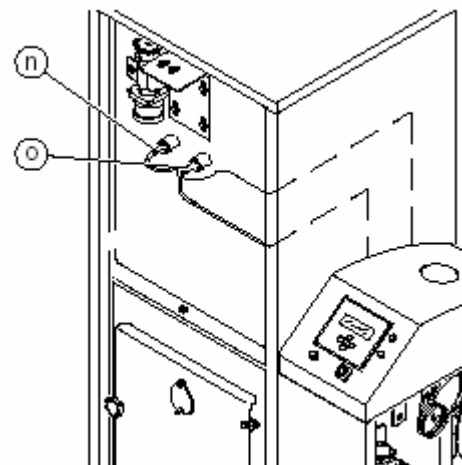

Abb.22 Kesselfühler und STB-Fühler
- Kesselfühler und STB-Fühler an der Kesselvorderseite (Abb.22)